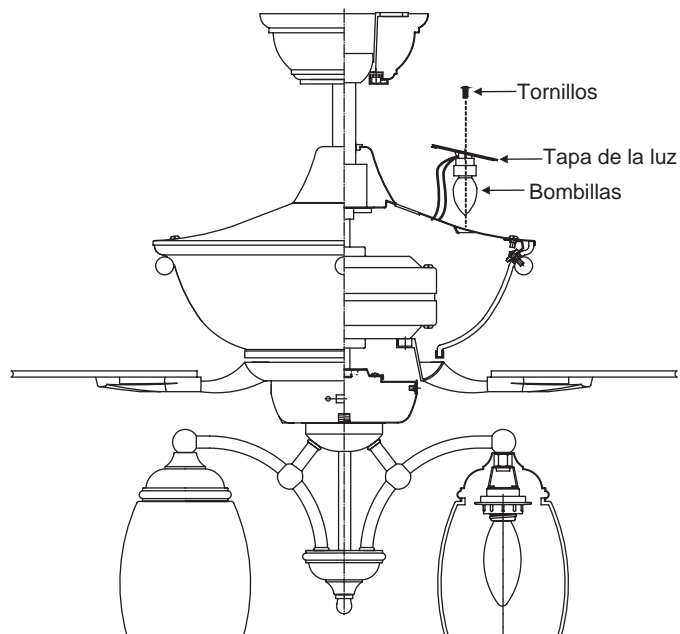

Figura 18
Paso 1. Quite los 2 tornillos de la tapa de luz de la cubierta decorativa superior como aparece en la figura 18.